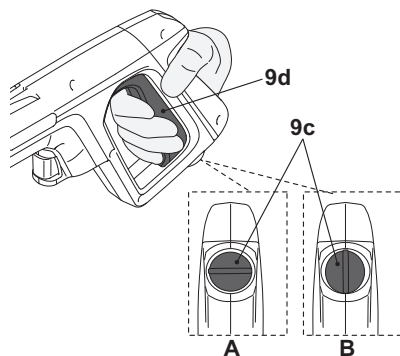

Fig. 21
1. Cuando el bloqueo del gatillo (9c) está en la posición de bloqueo, el gatillo de la pistola de pulverización (9d) está desactivado (Fig. 21, A).
1. Cuando el bloqueo del gatillo (9c) está en posición de desbloqueo, el gatillo de la pistola de pulverización (9d) está activado y listo para su uso (Fig. 21, B).
1. Baje el pedal de freno (14) para bloquear la rueda trasera. Mueva ligeramente la rueda para asegurarse de que la palanca de freno esté bien conectada. (Fig. 21).